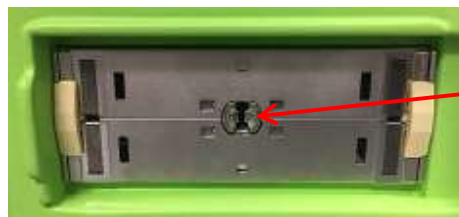

Abbildung 7: Sicherungskerbe an der Steckerbuchse
2. Richten Sie den *Arretierstift* (siehe Abbildung 6) am Sondenstecker mit der *Sicherungskerbe* an der Steckerbuchse am ExactVu-System aus (siehe Abbildung 7), sodass der Sondenstecker wie in Abbildung 8 ausgerichtet ist.